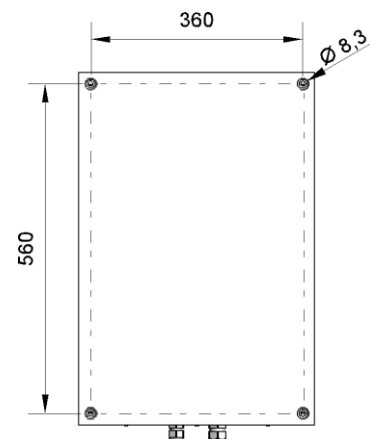

Abb. 6: Montage Bohrungen
- ▶ Bereiten Sie Löcher entsprechend Abb. 6 vor.